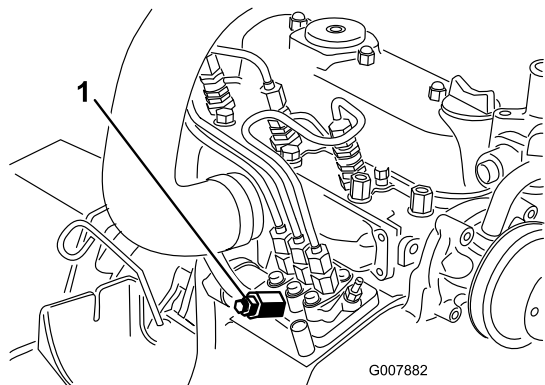

Figura 48
3. Mettete un cencio sotto la vite di spurgo dell'aria, sulla pompa d'iniezione del carburante, ed apritela (Figura 48).